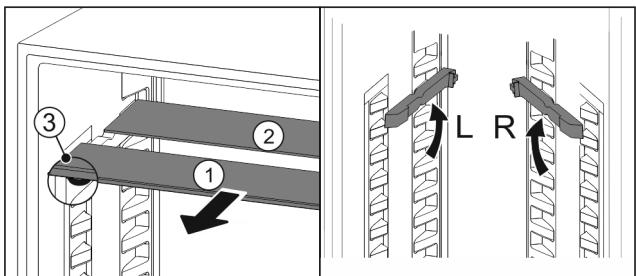

Fig. 77
- Издърпайте Fig. 77 (1) поотделно стъклените площи напред.
- Стъклената плоча Fig. 77 (1) с декоративната лайстна е отпред.
- Ограничителите Fig. 77 (3) сочат надолу.